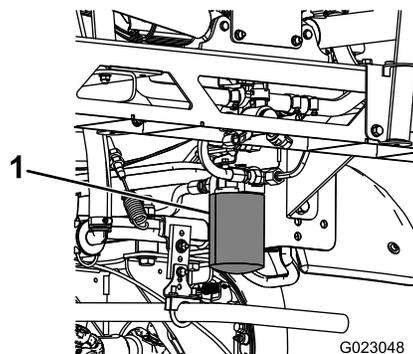

Figure 40
- Retirez le filtre (Figure 40).